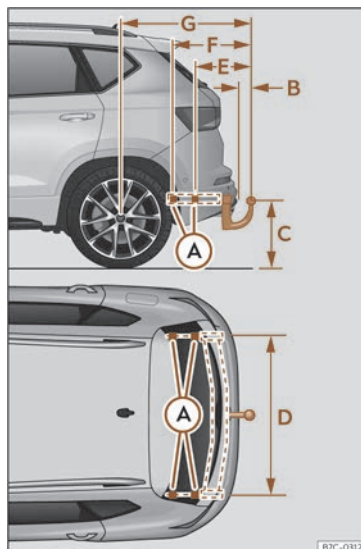

Fig. 179 Limite și puncte de fixare pentru montarea ulterioară a unui dispozitiv de remorcă.
Distanța dintre centrul capului bilei și suprafața drumului >>> **fig. 179 (C)** nu trebuie să fie niciodată mai mică decât cea menționată. Acest lucru este valabil și dacă autovehiculul este încărcat la sarcină maximă, inclusiv sarcina verticală maximă admisă din punct de vedere tehnic pe cupla de remorcă.